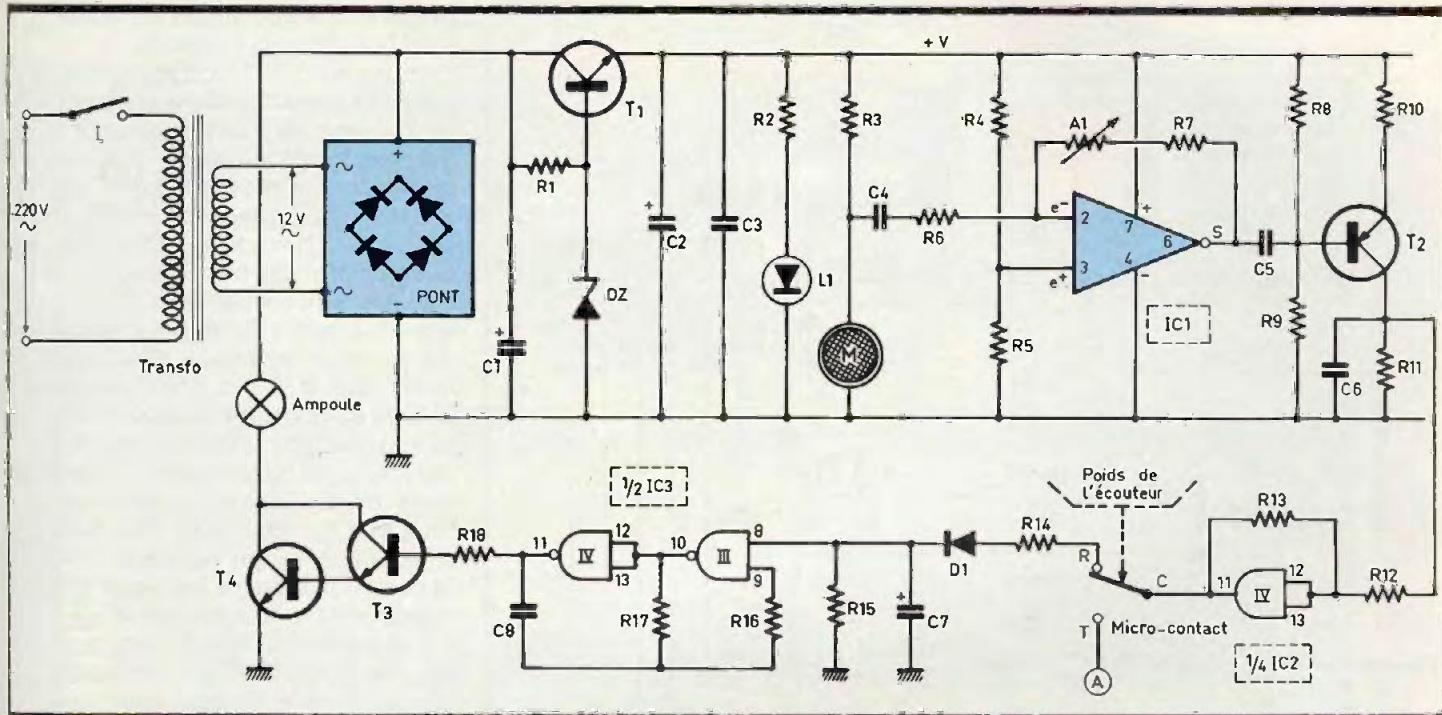

Fig. 8 Récepteur alimentation, amplification et signalement des sonneries.
c) Signalement lumineux des sonneries (fig. 8)